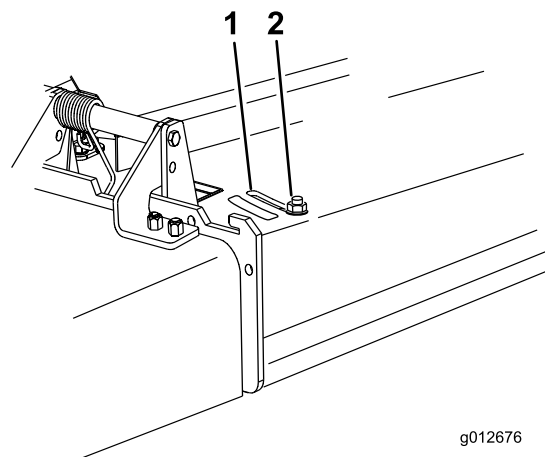

Figure 24
3. Pour régler le déflecteur, desserrez l'écrou (Figure 24).